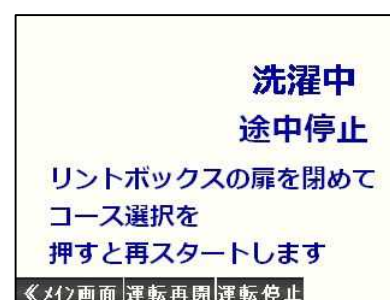

図 7-8
- ・ リントボックスのフタを閉めると途中停止画面が表示されます。その後、任意のコース選択スイッチを押すと再スタートします。(図 7-8)
又は、乾燥工程中以外で途中停止した場合、画面下部にある 運転 停止 を押すことで、本機を完全停止できます。(図 7-8、7-9)